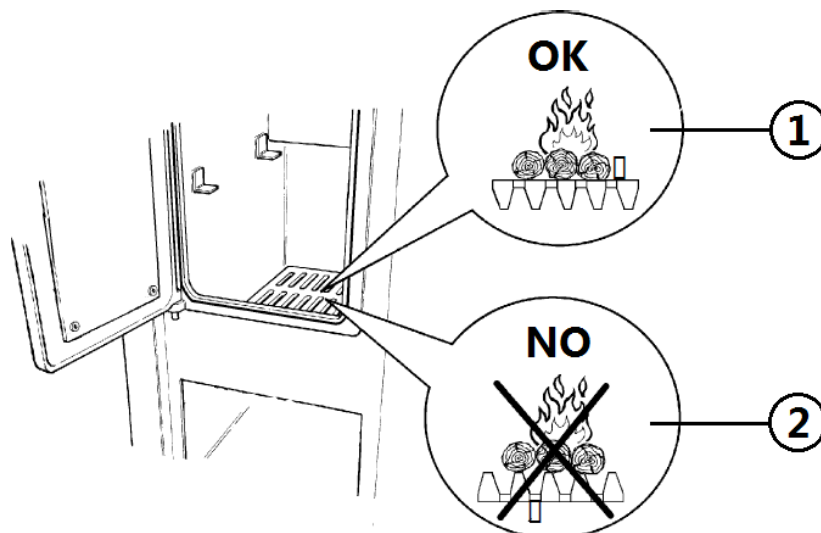

Fig. 29 - Lado brasas
- Ao posicionar a grelha é absolutamente necessário respeitar o LADO BRASAS (ver Fig. 29 pág. 29).
LEGENDA Fig. 29 pág. 29